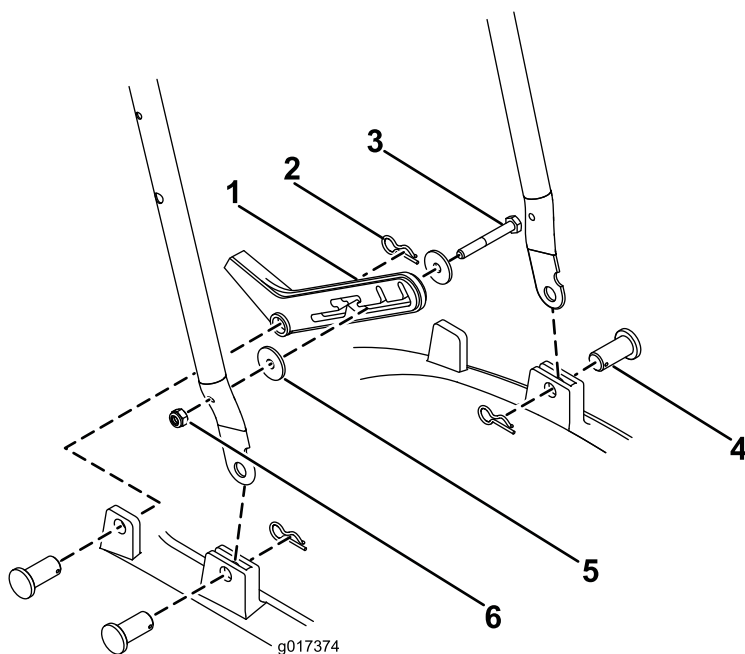

Bild 3
1. Schieben Sie den unteren Bügel in den Rahmen (Bild 3).
2. Befestigen Sie jede Seite mit einem Haltering und einem Splint (Bild 3).
3. Befestigen Sie den Fußanschlag mit einer M6-Mutter, einer M6-Schraube und zwei Scheiben an der rechten Seite des unteren Bügels (Bild 3).
4. Befestigen Sie den Fußanschlag mit einem Haltering und einem Splint am Rahmen (Bild 3).